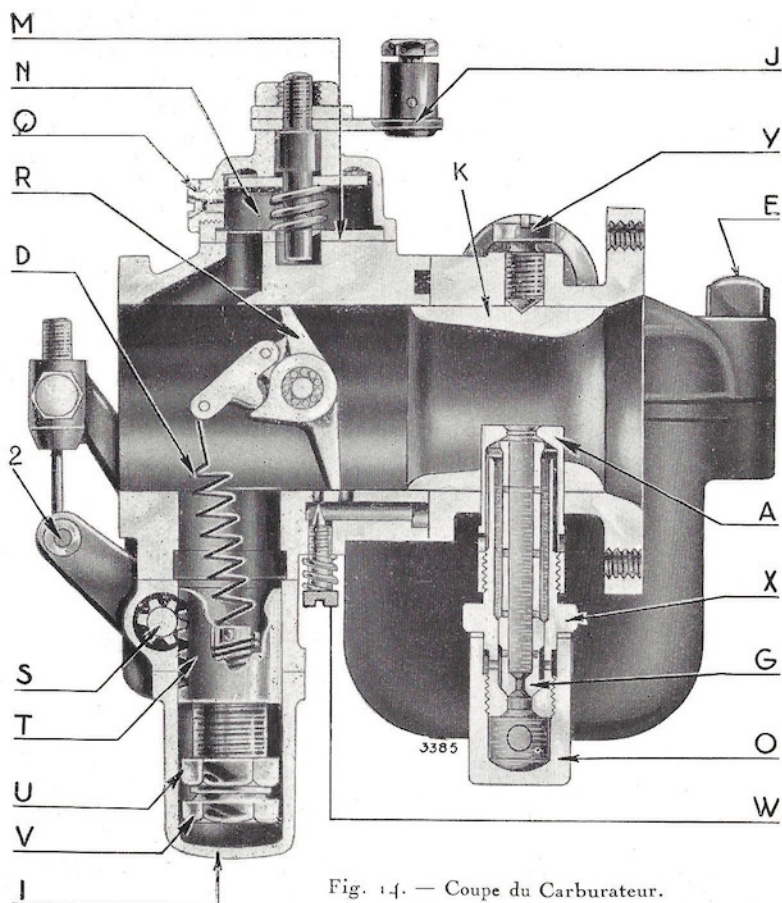
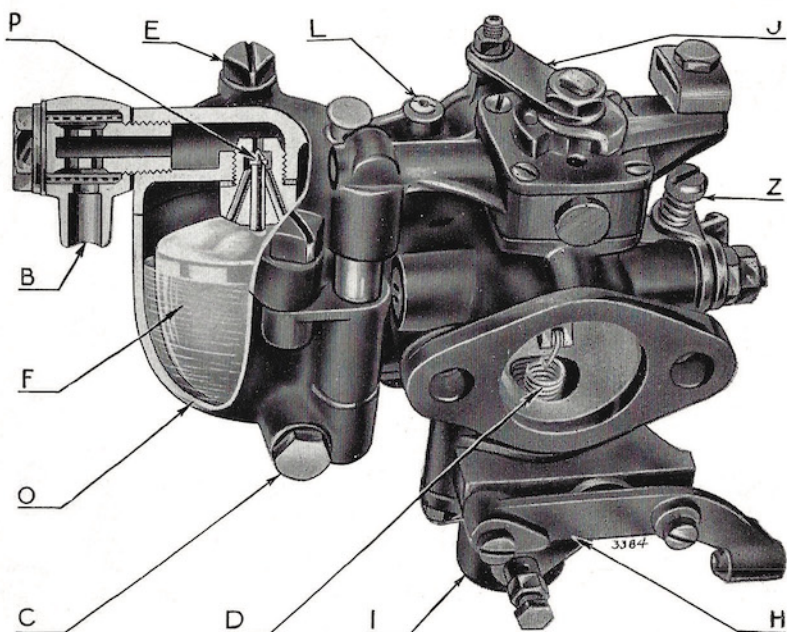

Fig. 14. — Coupe du Carburateur.
Fig. 15. — Vue extérieure du Carburateur et coupe de la cuve.
:: du "starter" :: Le gicleur d'essence "C" du starter (fig. 15) alimente en essence une petite capacité dans laquelle vient plonger un tube qui est soumis à une dépression de la chambre "N" (fig. 14).
- 1° Le diamètre du gicleur de ralenti "C" (fig. 15).
- 2° La vis de butée de ralenti "Z" (fig. 15) qui limite la fermeture du papillon.
- 3° La vis de réglage "W" (fig. 14) qui permet de faire varier la richesse du mélange.
Pour obtenir un bon ralenti il faut d'abord, la vis "W" étant dans une position quelconque, dévisser la vis de butée "Z" (fig. 15) pour réduire le plus possible la vitesse du moteur.
Après avoir effectué ce réglage de richesse du ralenti par la vis "W" il se peut que le moteur tourne un peu trop vite. On agira alors à nouveau sur la vis de butée "Z" (fig. 15) pour réduire la vitesse du moteur, et ensuite encore s'il y a lieu sur le réglage de richesse (vis "W").
Le régulateur est constitué par le papillon, de forme spéciale tiré par un ressort "D" (fig. 14) ce qui provoque l'ouverture du papillon lorsqu'on appuie sur l'accélérateur.